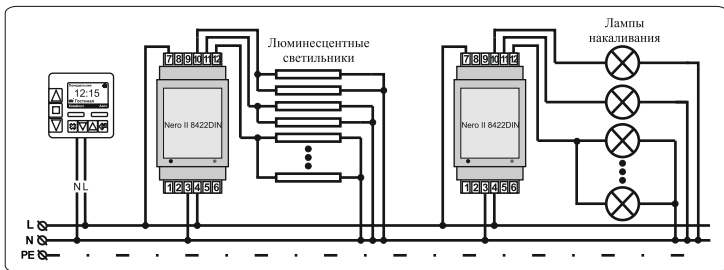

Рисунок 3. Управление группами светильников с помощью Nero II 8422DIN
- Чтобы контакты клемм и контакты реле не перегревались, рекомендуется при подключении нагрузки использовать по одному проводу на каждый контакт и разделить нагрузку по мощности (см. рис. 3 и 4).
а) управление группами светильников (см. рисунок 3);